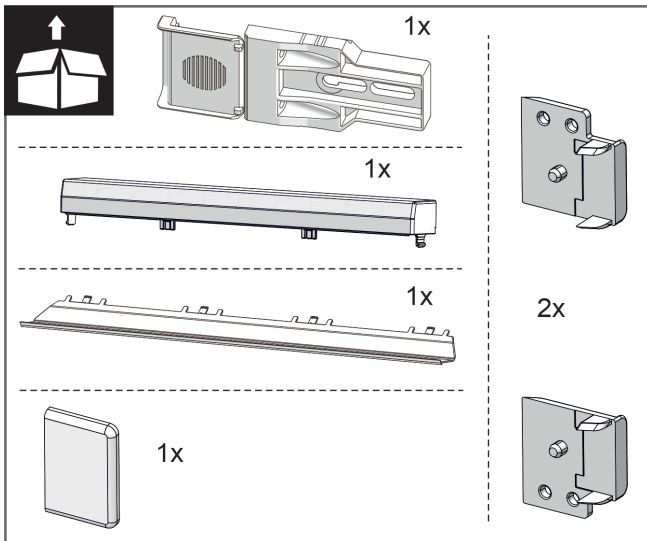
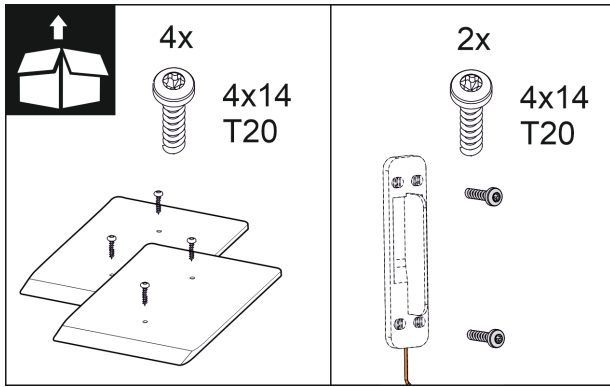

Fig. 10
Fig. 16
2. Перевірити монтажні деталі в окремому комплекті. Fig. 10 () до Fig. 16 ()
Монтажні деталі в окремому комплекті Fig. 10 () до Fig. 16 ()